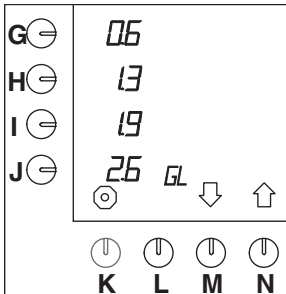

Fig. 39 Justering af de forprogrammerede valgknapper for gallons
- Tryk på valgknappen (N.)↑, indtil fig. 39 vises i displayet.